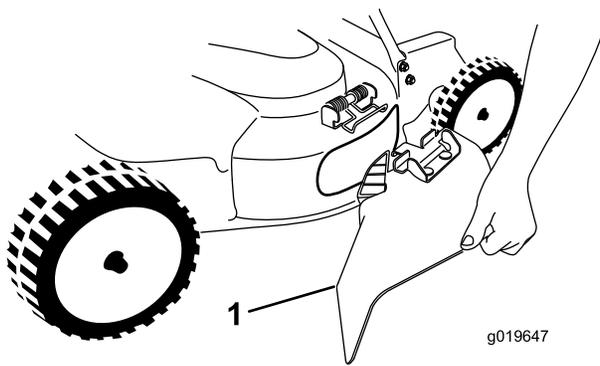

Figura 27
5. Para instalar el conducto de descarga lateral (Figura 27), tire hacia arriba del muelle, coloque el conducto sobre la abertura, y baje el muelle sobre las pestañas de la parte superior del conducto de descarga.